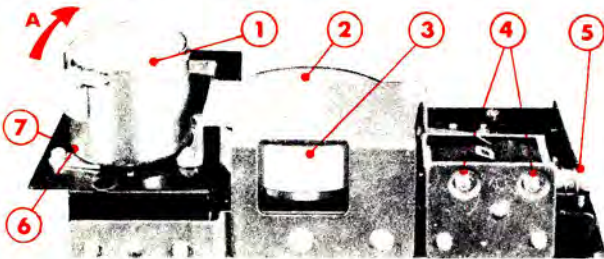
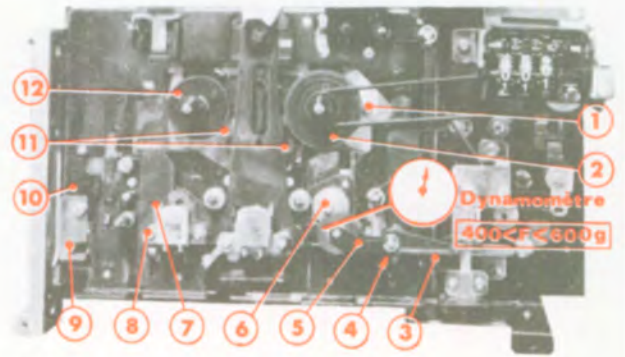
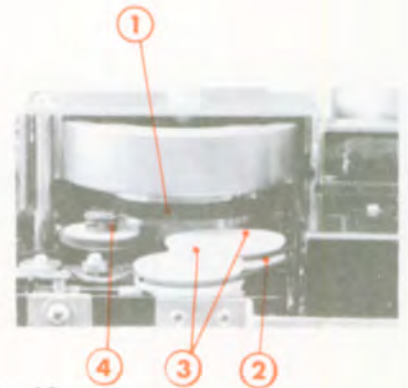

Fig. 11
Fig. 12
Fig. 13
Q. DÉMONTAGE DU MOTEUR (Fig. 11)
- 2° - Enlever la vis (7) et la pièce de blocage (6).
- 4° - Déposer le moteur (1).
A. RÉGLAGE DU JEU AXIAL DU VOLANT (Fig. 11)
- Visser la vis (2) jusqu'à élimination complète du jeu axial du volant (3).
- Dévisser la vis (2) d'un quart de tour et sceller là à l'aide d'une goutte de vernis.
B. CONTROLE DE LA FORCE D'APPUI DU GALET PRESSEUR (Fig. 12)
- Appliquer le palpeur d'un dynamomètre sur l'axe du galet presseur (5) et appuyer jusqu'à décoller celui-ci de l'axe du cabestan (6).
C. RÉGLAGE DE L'ELECTRO-AIMANT D'ARRÊT AUTOMATIQUE (Fig. 11 et 12)
- Desserrer les vis (4) (Fig. 11).
- Déplacer le noyau (5) (Fig. 11), jusqu'à ce que le doigt métallique (9) (Fig. 12) entre en contact avec le châssis (10) (Fig. 12).
- Déplacer, ensuite, le corps de l'électro-aimant jusqu'à ce que l'extrémité interne du noyau (5) (Fig. 11) soit en butée.
- Bloquer les vis (4) (Fig. 11).
D. CONTROLE DE LA FONCTION PAUSE (Fig. 12)
- Appuyer doucement sur la touche «PAUSE», le porte-bobine droit (2) doit continuer à tourner lorsque le galet presseur (5) se décolle du cabestan (6).
E. RÉGLAGE DE L'AZIMUT DE LA TÊTE D'EFFACEMENT (Fig. 12)
- Régler la vis (8) afin que la bande défile sans toucher aux guide-bandes (7).
F. CONTROLE DES COUPLES D'ENTRAÎNEMENT (Fig. 12 et 13)
- En «▶» : la courroie (2), les poulies (3) (Fig. 13), l'axe (1) et le porte-bobine (2) (Fig. 12).
- En «▶▶» et «◀◀» : la surface de roulement (1) du volant, la poulie (4) (Fig. 13), les poulies (11) et les porte-bobines (2) et (12) (Fig. 12).